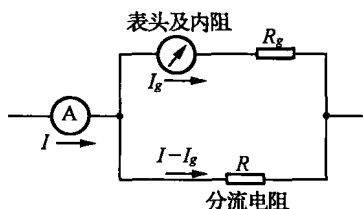

图 1-15 电流表扩大量程电路
(2) 磁电式电流表一般只用于测直流电流。测量时,仪表的“+”、“-”极性不可接错,以免指针反打,损坏仪表。
(3) 磁电式电流表精度高,但量程较小,可用图 1-15 所示电路扩大其量程。 R 为分流电阻,流经它的电流 I 为被测电流与表头所能承受的电流 I_g 的差值。被测电流 I 为